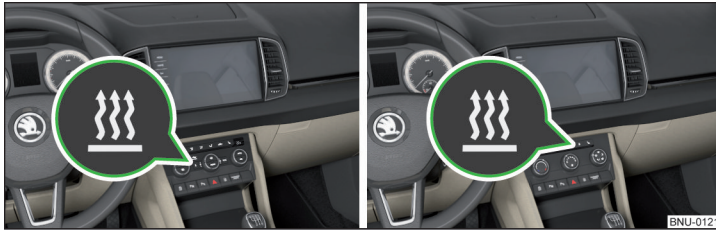

Fig. 158 Tecla para la conexión/desconexión (Climatronic / aire acondicionado manual)
- ▶ Con la tecla **!** en la unidad de mando del aire acondicionado» fig. 158.
Estando el encendido automático activado y después de desconectar el encendido, el testigo de control ilumina por 10 segundos en la tecla **!** » fig. 158.